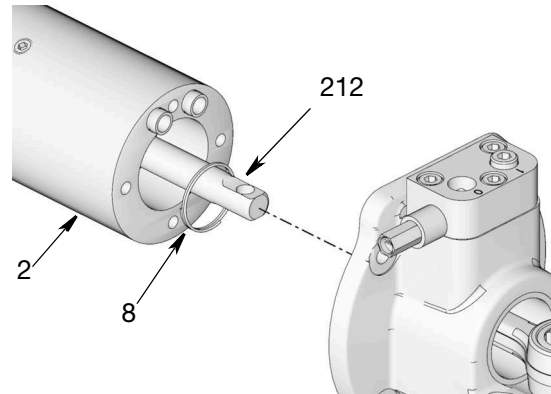

図 27
12. 置換ロッド (212) を接続ロッド (102) から分離しします。セクション (102) は再組立て時に必要になるので安全な場所に保管します。(図 27)。
**注:** これらのセクションを引き出す際にスプリング (8) を失くさないように注意してください。